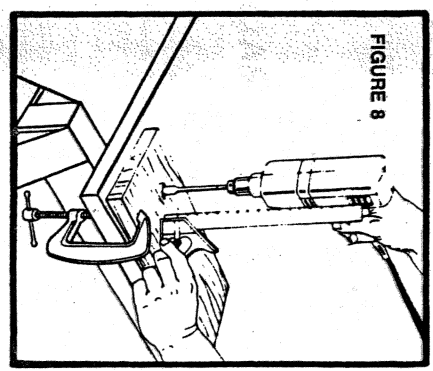

FIGURE 8
16. Les parois latérales de la perceuses sont plates et parallèles au foret. Pour avantager la précision, placer une équerre contre la perceuse (tel qu'illustré (fig. 8)).